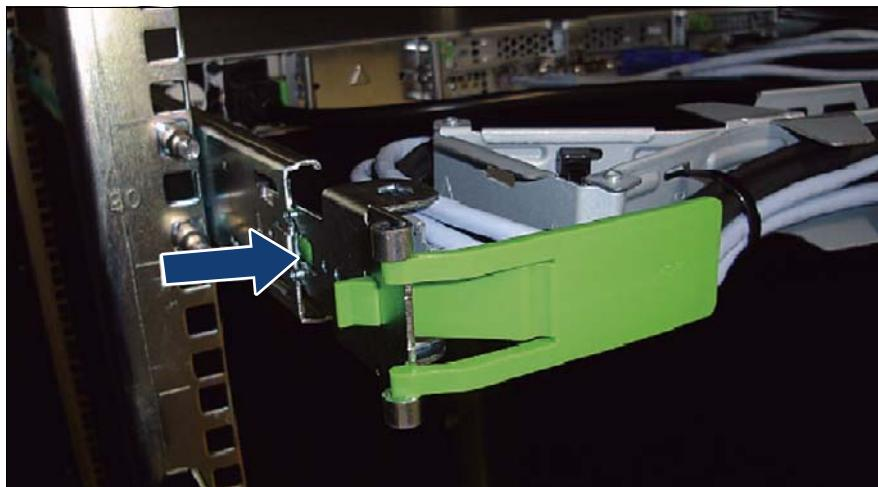

図 26: CMA ストップのロック解除
- ▶ ロックスプリングを内側に押して、CMA ストップのロックを解除します (図 26 を参照)。